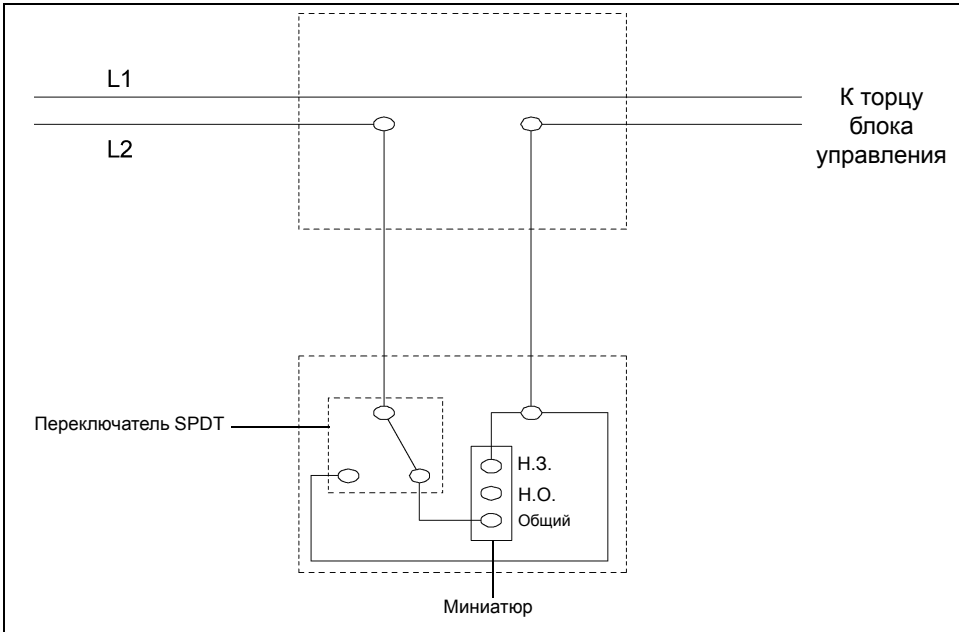

Рисунок 4W
- 5. Для выполнения разводки проводов от центрального управляющего лотка к концевому управляющему лотку см. схему, указанную на Рисунок 4W.